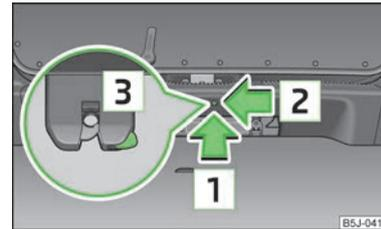

Abb. 18 Notentriegelung der Gepäckraumklappe
- › In die Öffnung in der Verkleidung in Pfeilrichtung » Abb. 18 einen Schraubendreher oder ein ähnliches Werkzeug bis zum Anschlag einführen.